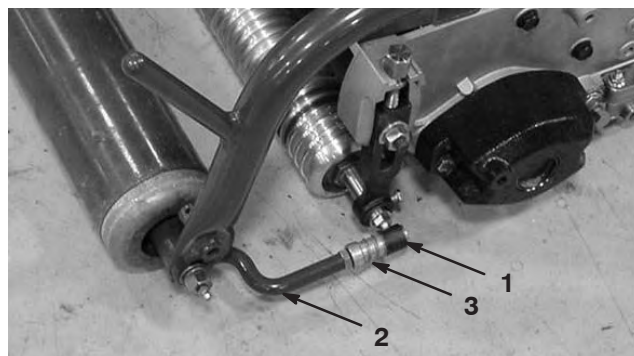

Bild 11
6. Richten Sie die Innensechskante der Kugelgelenke so aus, dass die offene Seite des Sechskants in Richtung Kugelbolzen zentriert ist. Ziehen Sie die Klemmmuttern fest, um die Innensechskante zu arretieren (Bild 11).